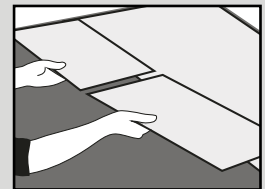
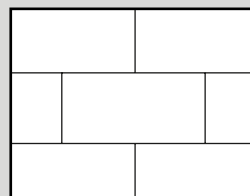
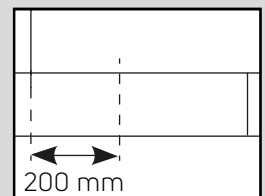

Abb. 4a
Abb. 5a
Abb. 5b
5. Jetzt die nächste Fliese oder Diele verlegen, indem die Kante der vorherigen Diele angehoben und Feder und Nut der Endseite zusammengefügt werden. Dann die lange Seite einfügen, die mit einem „Reststück“ oder Schlagholz in ihre Position geklopft werden kann (Abb. 4a, 4b und 4c). Fliesen und Dielen sollten „versetzt“ verlegt werden, sodass niemals vier Ecken aufeinandertreffen (Abb. 5a und Abb. 5b)